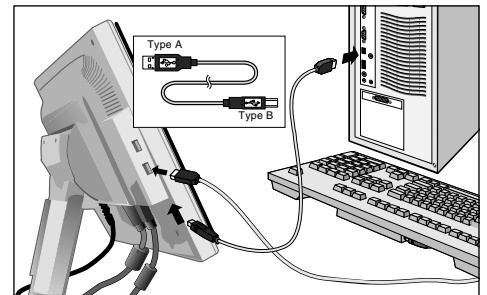
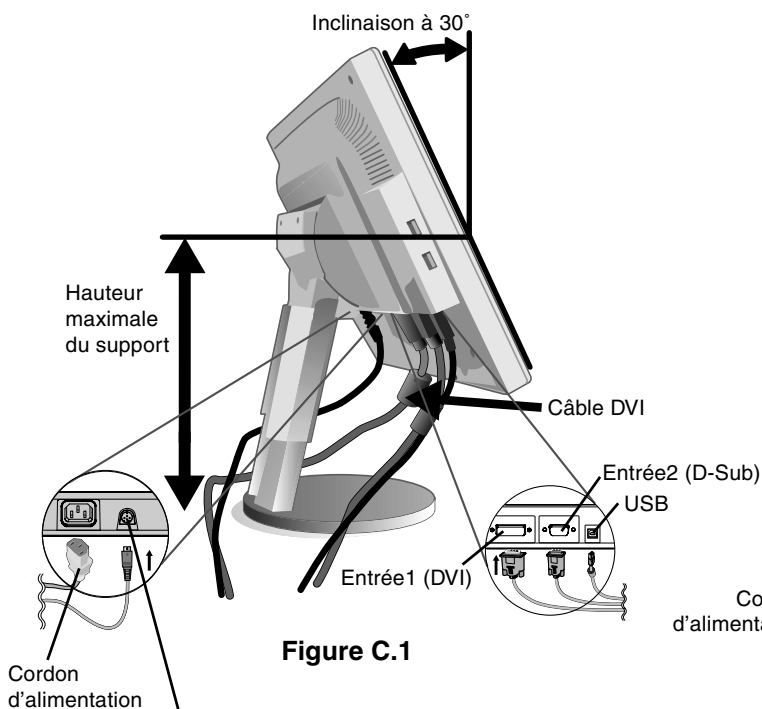

Figure B.2
Figure C.1
3. Placez les mains de chaque côté du moniteur pour incliner l'écran LCD de 30 degrés et levez cette dernière jusqu'à la position la plus haute (**Figure C.1**).
4. Branchez tous les câbles aux prises appropriées (**Figure C.1**). Pour utiliser un câble USB, connectez la prise de type B au port montant USB sur la partie inférieure du moniteur et la prise de type A au port descendant de l'ordinateur (**Figure B.2**). Si vous utilisez le cordon de l'appareil USB, utilisez l'un des ports descendants sur le côté du moniteur.